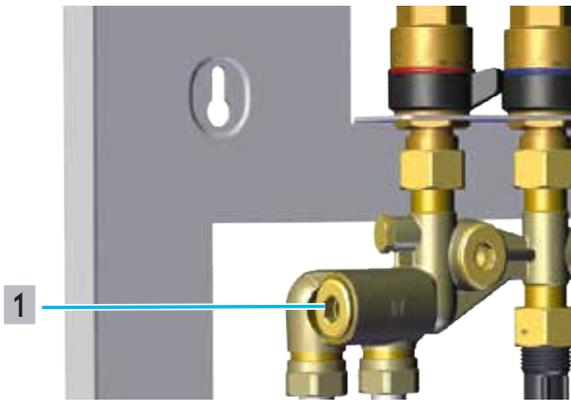

Abb. 27: Position Filtereinsatz Heizungs-Vorlauf
- 4** Schrauben Sie den Stopfen (siehe Abb. 27 auf Seite 29 (1)) des Filtereinsatz aus dem Gehäuse im Heizungs-Vorlauf.